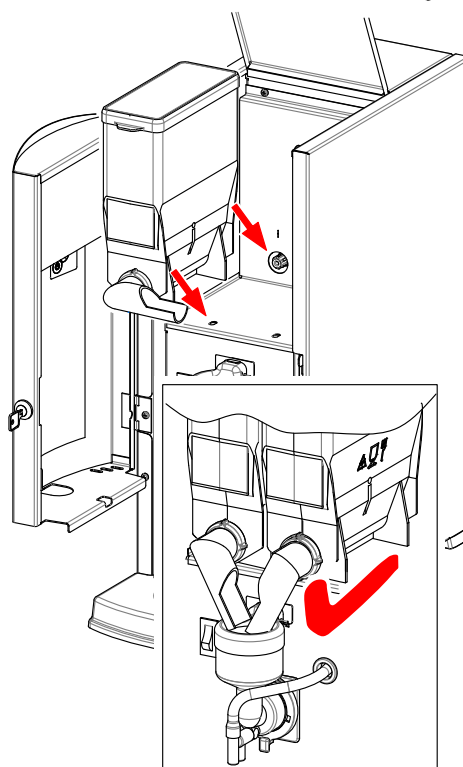

Fig. 27
3. Placer beholderne i maskinen igen i den rigtige rækkefølge. Sørg for at drevmekanismen i beholderen falder over tappen i bagsiden og at fastgørelseskammen griber ind i hullet i pladen (fig. 27).